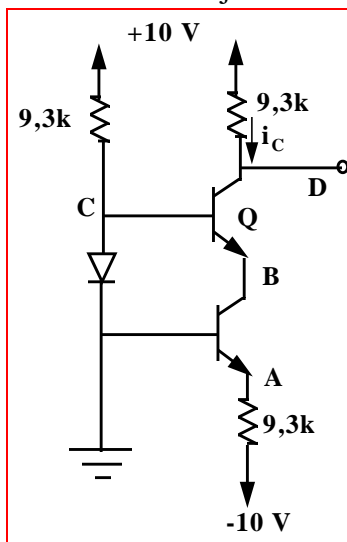

Figura 4.
- 4) En el circuito que se muestra en la figura 4, se supone que todas las uniones operan a 0.7 V. Calcule los voltajes en los nodos A, B, C y D si la β de cada dispositivo es (a) infinita, (b) 10.